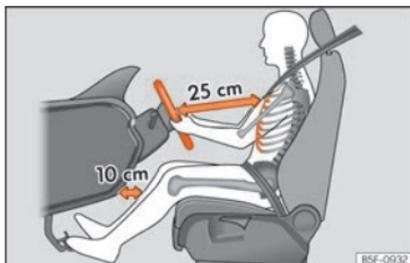

Fig. 82 A separação correta entre o condutor e o volante deve ser de 25 cm no mínimo (10 polegadas).
- Ajuste o encosto de cabeça de modo a que o rebordo superior do encosto fique, na medida do possível, à altura da parte superior da cabeça, e nunca abaixo dos olhos. Mantenha a nuca o mais próximo possível do encosto de cabeça » **Fig. 82** e » **Fig. 83**.
- Ajuste o volante de modo a ficar no mínimo a 25 cm (10 polegadas) do tórax » **Fig. 82** e a poder segurar nele lateralmente pela parte exterior com as duas mãos e com os braços ligeiramente fletidos.
- Ajuste o banco do condutor longitudinalmente para que possa carregar a fundo nos pedais com as pernas ligeiramente fletidas e para que os joelhos fiquem no mínimo a 10 cm (4 polegadas) do painel de instrumentos » **Fig. 82**.